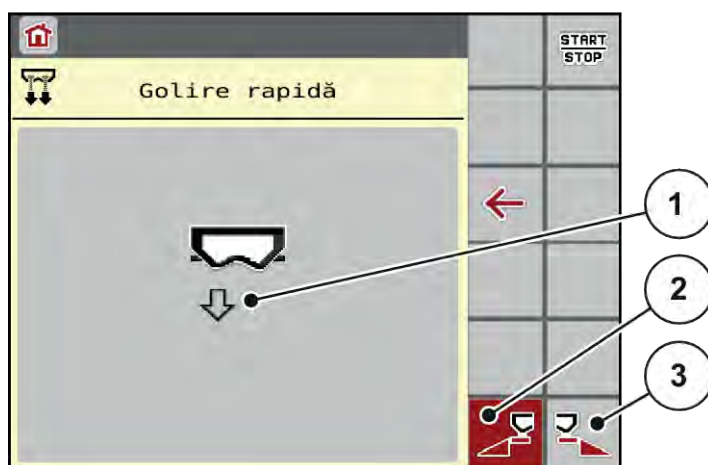

Fig. 17: Meniu Golire rapidă
*Pe ecran se afișează, sub formă de simbol, lățimea parțială selectată (Fig. 17 Poziția [3]).*